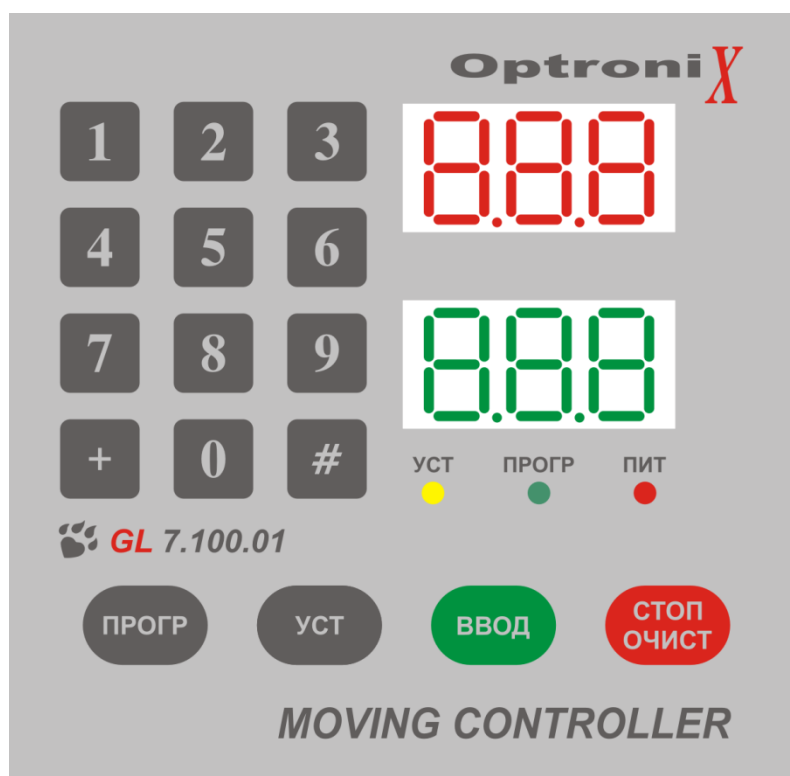

Рис. 1. внешний вид клавиатуры КП (электронная линейка)
- корпуса КП (электронная линейка) (рис.1);
На корпусе электронной линейки см. рис.1 есть два индикатора (поз.1,2), клавиатура (поз.4) и светодиоды (поз.3).
Для закрепления ПК необходимо вместе проделать прямоугольное отверстие высотой 45мм и шириной 55мм так, чтобы в него попадали разъемы, расположенные на задней стенке устройства. Затем необходимо проделать 4 отверстия диаметром 3.2 мм, с таким расчетом, что бы плата 9 (см. рис.1) точно попадала в сделанное ранее прямоугольное отверстие. Теперь можно закрепить корпус КП 4-мя шурупами диаметром 3 мм и длиной 25 мм.
- 1 обжать (соединить разъем RJ11 и кабель) первый конец кабеля и вставить его в разъем электронной линейки (поз. 6 на рис. 1);